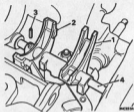

Abb. F.18
35. Stift abtreiben der die Dritt-/Viertstange-Schalteille an der Welle sichert, Abb. F.18.
36. Schaltheile und -gabeln ausbauen, Abb. F.18.
- Schaltpabel des 1. Ganges montieren und Schaltpatente durch Gehäuse und Gabeln schieben. Öffnung in der Welle mit Jener in der Schaltpabel des 3./4. Ganges anfluchten, Abb. F.18.